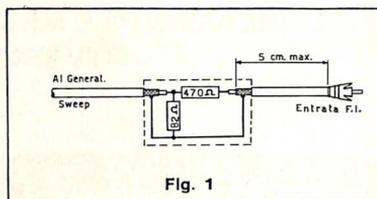
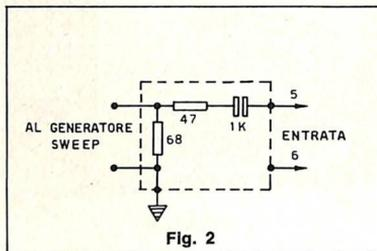

Fig. 1
Fig. 2
In fig. 1 è indicato il tipo adatto per i televisori con gruppi separati VHF-UHF; in fig. 2 quello per i televisori con sintonizzatore integrato a varicap.
— collegare l'uscita dello « sweep » al punto di taratura n. 5 del sintonizzatore VHF attraverso l'adattatore di fig. 1.
- collegare l'uscita dello «sweep» al punto di taratura del sintonizzatore VHF/UHF attraverso l'adattatore di fig. 2.